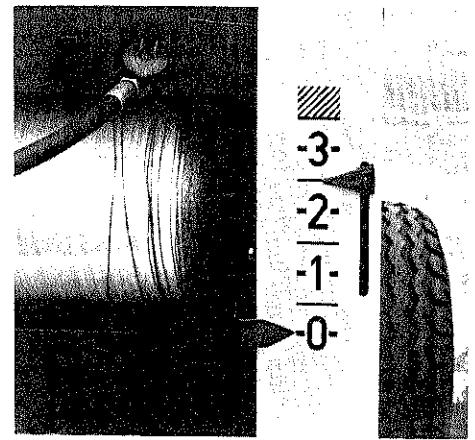
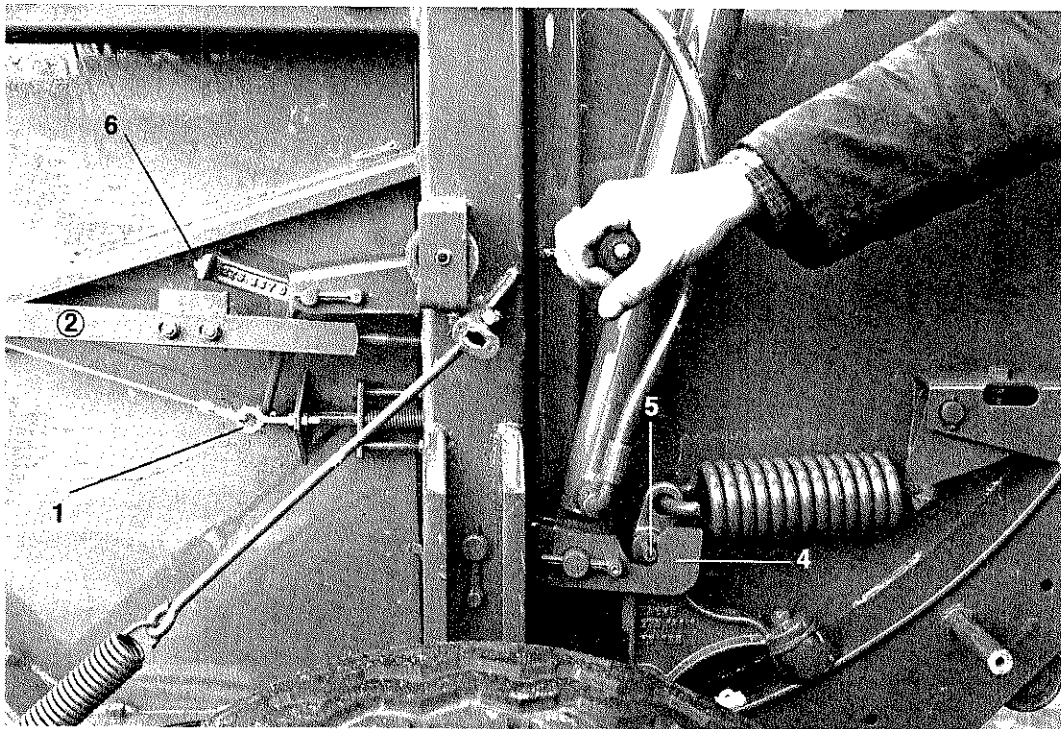

Abb. 25
Abb. 35
Die Einstellung der Anzeige muß bei geschlossener und eingehakter Verriegelung erfolgen. Das hintere Gehäuse muß mit einem Montierhebel so weit aufgedrückt werden, daß die Spannhülse 5, Abb. 35, hinten am Haken 4 anliegt. In dieser Stellung muß die Anzeige auf „0“ stehen, Abb. 25. Die Verstellung erfolgt über die Ösen-schraube 1, Abb. 35.
Die Verschlusshakensperre 6, Abb. 35 + 36 verhindert das Anheben der Verschlusshaken bei geöffneter Ballenkammer und somit das Einschalten der Elevatorkette.
- Verschlußhaken 4 und Gestänge 2 (Abb. 35 Seite 17) auf Gängigkeit prüfen, gegebenenfalls gängig machen und ölen.